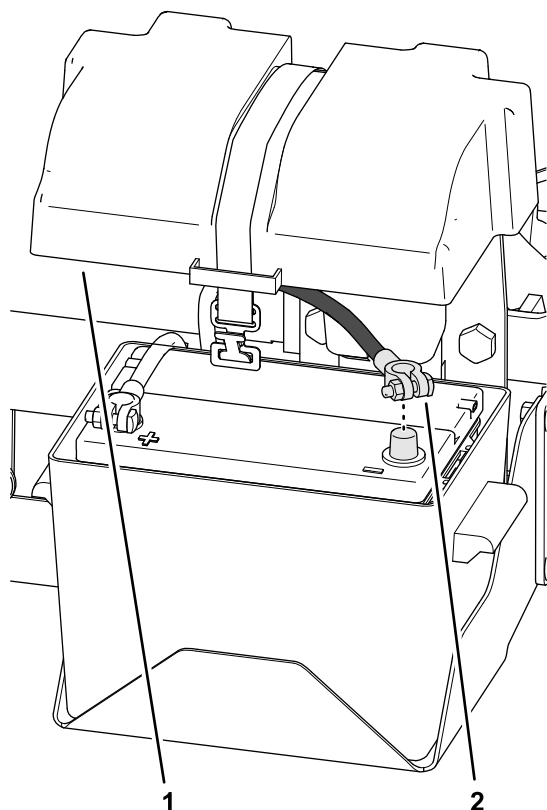

Figura 142
- Conecte el cable negativo de la batería al borne de la batería (Figura 142).
2. Monte la tapa en la caja de la batería y sujete la tapa con la correa (Figura 142).